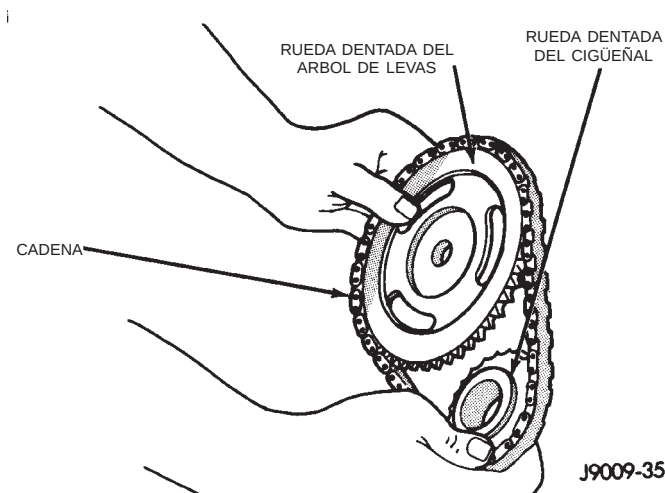

Fig. 51 Ruedas dentadas del árbol de levas y del cigüeñal y cadena
- (11) Retire el perno de retención de la rueda dentada del árbol de levas.
- (12) Retire el deflector de aceite del cigüeñal.
- (13) Retire las ruedas dentadas y la cadena como un conjunto (Fig. 51).